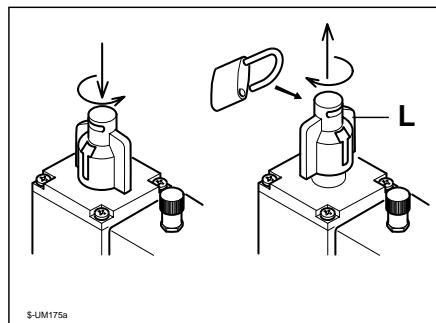

Fig. 4.8b
- Spingere e ruotare a fondo la manopola L (Fig. 4.8b) per attivare l'alimentazione pneumatica al circuito della macchina